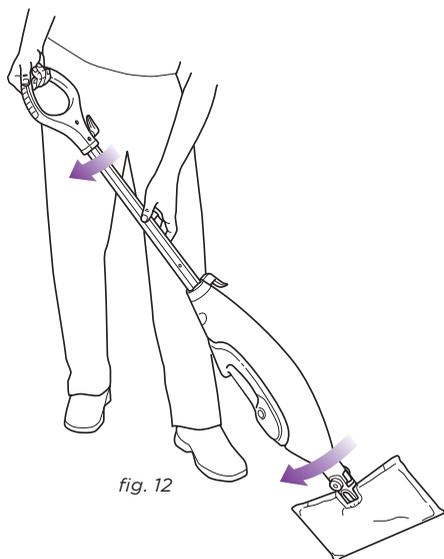

fig. 12
- 5 Lorsqu'un côté du linge de nettoyage en microfibre est sale, vous n'avez qu'à faire pivoter la tête de vadrouille pour utiliser rapidement l'autre côté. (fig. 12)